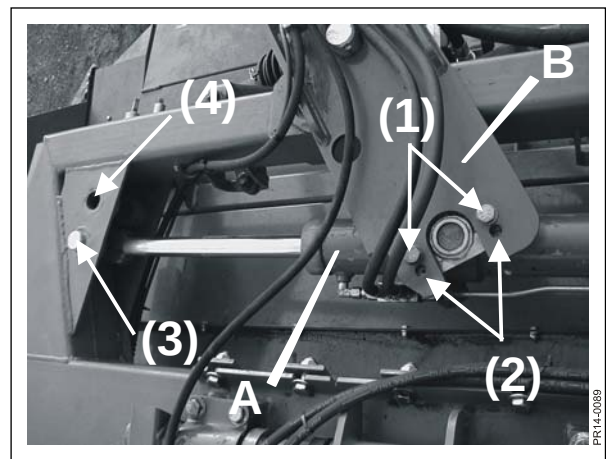
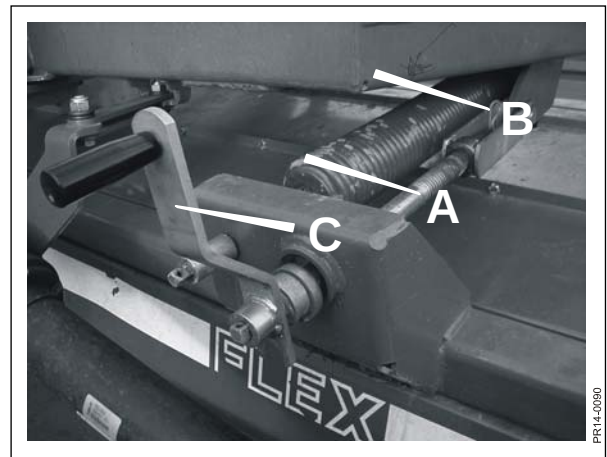

Fig. 3-10
Fig. 3-12
Fig. 3-10 Trækstangscylinderen **A** kan monteres i 2 positioner på trækstangen **B**. Placeringen bestemmer hvor langt trækstangen svinger ud til begge sider. Ab fabrik er cylinderen monteret i position **(1)**, som giver det mindste overlap.
Fig. 3-10 I modsatte ende er cylinderen monteret i position **(3)**. Det andet monteringshul, position **(4)** er **KUN** beregnet til kørsel med asymmetrisk skærmsæt, hvor trækstangsudslaget er forskelligt til venstre og højre side.
Fig. 3-12 Når den ønskede position for slæbeskoene er valgt kan finindstilling af stubhøjden foretages ved central justering af skivebjælkens hældning via de 2 spindler **A**.
- Ved at løsne de vandrette TopSafe fjedre en anelse (se fig. 3-12), og spænde de lodrette fjedre en anelse (se fig. 3-10).